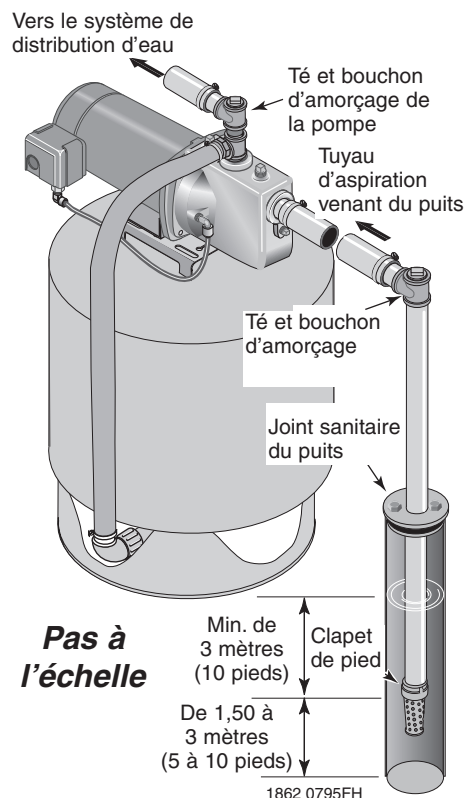

Figure 2 : Installation avec puits tubé
## INSTALLATION AVEC PUIITS TUBÉ, À TUBAGE DE 2 PO OU PLUS (FIGURE 2)
- 2° Assembler le clapet de pied, la crépine et le tuyau du puits (voir Figure 2). S'assurer que le clapet fonctionne bien.
- 4° Installer un té d'amorçage, un bouchon d'amorçage et un tuyau d'aspiration sur la pompe (voir Figure 2). Raccorder le tuyau venant du puits à l'orifice d'aspiration de la pompe, en utilisant le moins de raccords possible (surtout s'il s'agit de coudes) car les raccords augmentent les frottements dans le tuyau (cependant, incorporer un clapet de pied - voir Figure 2). Le tuyau d'aspiration de la pompe doit être d'un diamètre aussi gros que celui de l'orifice d'aspiration de la pompe. Utiliser du ruban d'étanchéité en téflon ou de la pâte à joints à base de téflon sur les joints filetés. Fixer et consolider la canalisation de façon à éliminer tout point bas ou affaissement, à éviter toute contrainte sur le corps de la pompe et à obtenir une légère rampe vers le haut entre le puits et la pompe (tout point haut peut former une poche d'air qui peut s'opposer au passage de l'eau). Sceller les joints du tuyau d'aspiration à l'aide de ruban d'étanchéité en téflon ou de pâte à joints à base de téflon. Les joints doivent être hermétiques et étanches. *Si la conduite peut aspirer de l'air, la pompe ne pourra pas pomper l'eau du puits.*